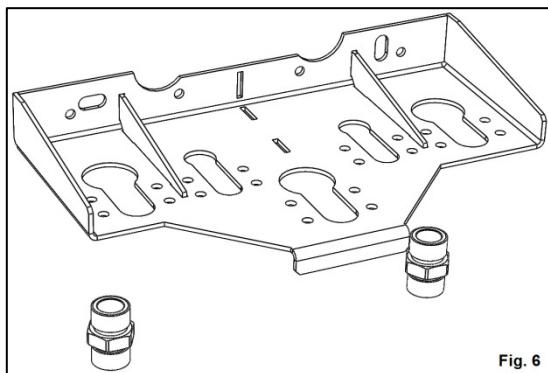
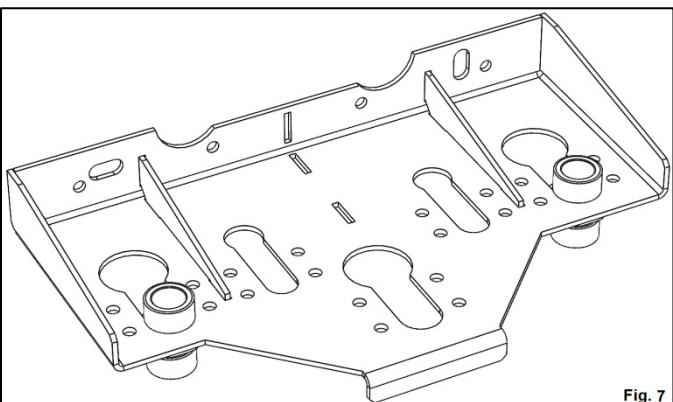

Fig. 6
Fig. 7
5. Se poziționează raccordurile F, pe placă P , în poziția indicată în Fig. 7, prin introducerea tronsonului superior în gaurile din placă (Fig. 6), și deplasarea de-a lungul decupării.